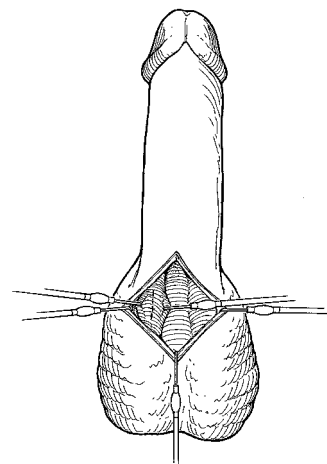

Figura 4-3. Peno-escrotal: Retraccção do corpo esponjoso
3. Para a abordagem peno-escrotal, retrair lateralmente o corpo esponjoso para evitar lesionar a uretra (**Figura 4-3**).